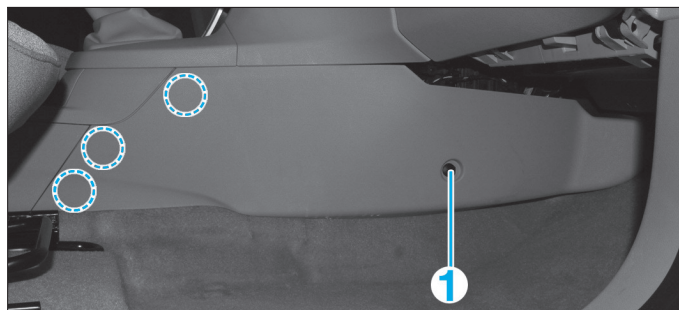

Fig. 1
- Dans l'habitacle, côté droit (Fig.1) :
- déposer l'agrafe (1),